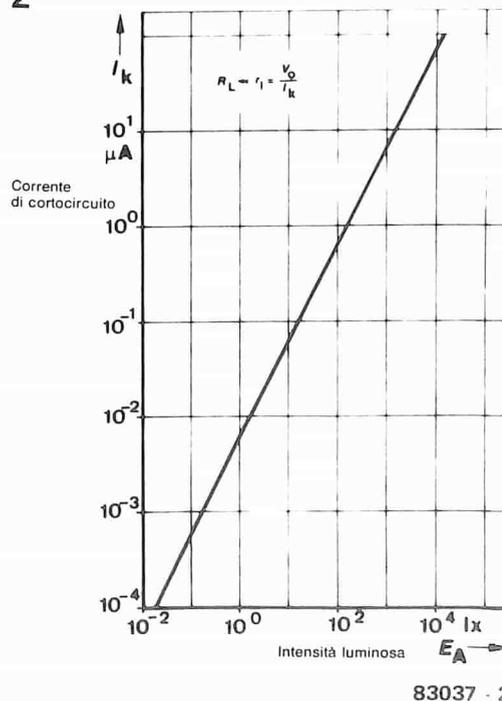

Figura 2. La corrente di cortocircuito del fotodiode BPW 21 ha un andamento lineare entro una vasta banda di variazione dell'intensità luminosa.
Per poter regolare la luminosità del display (cioè la corrente che lo attraversa) in funzione della luce ambiente, possiamo usare un sensore ABC (Automatic Brightness Control = controllo automatico della luminosità), appositamente progettato per questo scopo. L'OPL 100 (TRW Optron) è un circuito integrato ad 8 piedini (vedi figura 1) che è incapsulato in una massa trasparente. Esso contiene un fotodiode che ha una superficie sensibile alla luce di 1,7 millimetri quadrati. Come mostrato in figura 2, questo integrato contiene anche un amplificatore di corrente compensato in temperatura, un amplificatore operazionale predisposto per guadagno unitario, quattro comparatori, un flip-flop, un buffer d'uscita ed alcuni circuiti logici di controllo. Oltre a tutto ciò, esso contiene anche uno stabilizzatore di tensione integrato, che può stabilizzare tensioni di alimentazione variabili da 4,5 a 24 V. Con un circuito RC esterno (Rx e Cx) collegato al piedino 5, è possibile generare una tensione a denti di sega, in quanto il condensatore viene alternativamente caricato tramite Rx e scaricato tramite il transistor interno. La frequenza è pressoché uguale ad $1,4/(RxCx)$. La tensione a denti di sega varia tra due estremi stabiliti dai comparatori Ulow ed Uhigh; il comparatore del "segnale" confronta questa tensione con quella presente al piedino 1, che è proporzionale alla luce ambiente. Durante ciascun periodo dell'onda a denti di sega, questa tensione sarà, all'inizio, minore di quella presente al piedino 1; il comparatore del "segnale" fa sì che l'uscita (piedino 7) sia positiva. Non appena il livello dell'onda a denti di sega diventa più elevato della tensione al piedino 1, l'uscita del comparatore di "segnale", e quindi il livello al piedino 7, diventa "bassa" (circa 0,4 V), come mostrato in figura 3.
Figura 2. Struttura interna dell'OPL 100. R_x e C_x sono i componenti esterni necessari per ottenere un generatore a denti di sega. Vengono usati comparatori per ricavare un'onda quadra dalla tensione a denti di sega; il rapporto impulso/pausa dipende dalla luce ambiente misurata dal fotodiode, secondo una legge lineare. La tensione ad onda quadra, con il suo rapporto impulso/pausa variabile, viene usata per controllare la luminosità del display.
alla luce violetta della lunghezza d'onda di 430 nm, arrivando fino alla luce rossa con lunghezza d'onda di 650 nm, con sensibilità maggiore di quella dell'occhio umano. Entrambi raggiungono però il massimo della sensibilità ad una lunghezza d'onda di 555 nm (luce giallo-verde). In altre parole, se una sorgente luminosa emette luce rossa e luce giallo-verde con la stessa intensità di irradiazione, la luce giallo-verde apparirà molto più brillante sia all'occhio che al fotodiode. Le due curve di figura 1 non coincidono esattamente, ma sono piuttosto vicine una all'altra e, per ottenere la compatibilità quasi perfetta, viene utilizzato il filtro di correzione del colore del fotodiode. Per entrambi i sensori non è possibile una percezione al di fuori di questa banda di radiazioni. Le radiazioni con lunghezza d'onda inferiore ai 400 nm si trovano nella regione dell'ultravioletto e quelle superiori ai 700 nm fanno parte della regione dell'infrarosso. Un'altra caratteristica favorevole del fotodiode BPW 21 è la sua eccellente linearità, come appare dalla curva caratteristica di figura 2. La corrente di cortocircuito IK è perfettamente lineare entro un campo di illuminazione compreso tra 0,01 lx e 10.000 lx. Nella regione che ci interessa, questo ha come risultato una buona linearità per quanto attiene alla sensibilità assoluta; il cui valore tipico è di 7 nA/lx (4,5 nA/lx la minima e 10 nA/lx la massima): la lettura sulla scala dello strumento sarà lineare.
Figura 2. I computer di sviluppo, come per esempio il Junior o l'SC/MP, impiegano circuiti RAM nell'area della memoria di programma. Un'ampia sezione dell'area di memoria indirizzabile è occupata dal programma monitor, contenuto in ROM od (E)PROM, e nelle cosiddette "aree di RAM monitor". I computer specializzati (dedicati), come l'Intelekt, la "casalinga 6502" ed il computer per camera oscura, sono più diffusi. Le loro memorie di programma sono contenute in una (E)PROM e non è necessaria una vasta memoria monitor.
Un sistema di sviluppo può essere anche usato per applicazioni "specializzate", ossia per scopi ben definiti, ma non è possibile il passaggio inverso. La differenza tra un sistema specializzato ed un sistema di sviluppo è mostrata in figura 2. I computer che necessitano di spazi di memoria sempre più vasti sono quelli di sviluppo (SC/MP, Junior, eccetera). I dati nelle loro memorie di programma sono di solito organizzati come in figura 2. Nell'area di memoria di programma sono usate le RAM. Il programma monitor occupa gran parte dell'area di memoria indirizzabile. Questa consiste di una ROM oppure di una (E)PROM contenente le istruzioni operative, nonché di un'area RAM per memorizzazione intermedia e di un blocco di ingressi/uscite a mappa di memoria. Il programma monitor contiene le diverse routine che servono allo sviluppo di altri programmi, come: la routine di ingresso/uscita, di lettura e di scrittura della memoria. Elektor ha pubblicato diversi circuiti di computer specializzati, come l'Intelekt, la